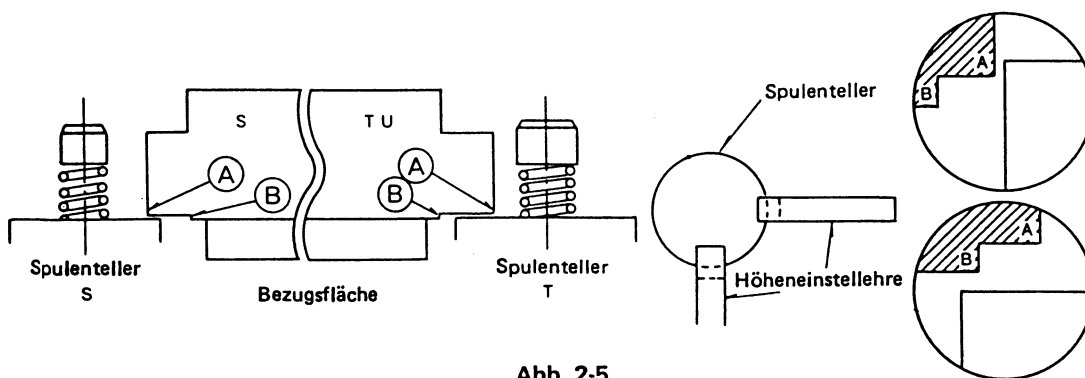

Abb. 2-5
2. Höhe des Spulentellers mit der HöhenEinstellehre entsprechend Abb. 2-5 kontrollieren. Die Höhe des Spulentellers soll entsprechend der Abbildung zwischen den Punkten A und B der Lehre liegen.